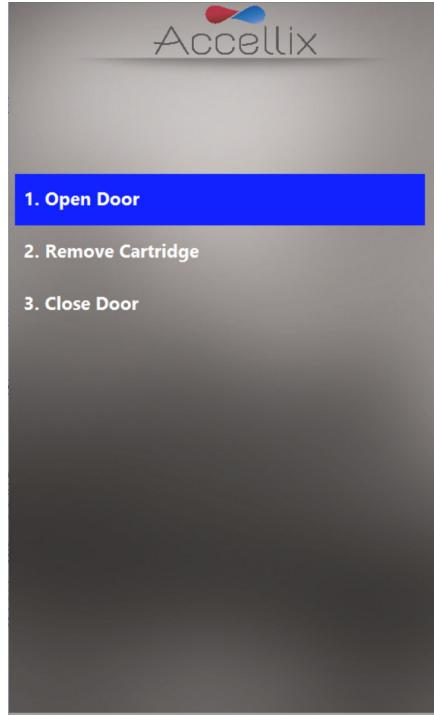

Figura 46: Pantalla de Extracción del cartucho
14. Las instrucciones en pantalla (Figura 46) indican al usuario que abra la puerta del instrumento, retire el cartucho y, por último, cierre la puerta del instrumento.